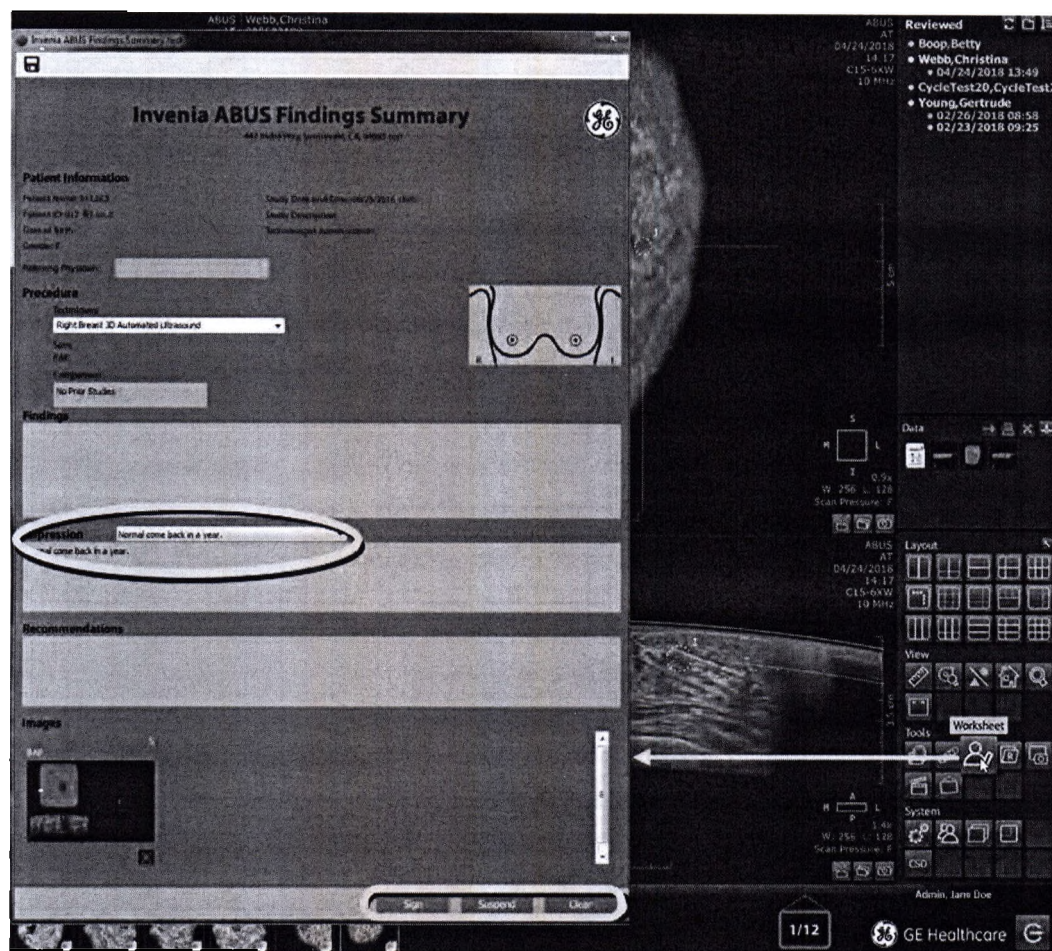

Рис. 4-10. Рабочая таблица отчета по нормальным результатам
В рабочей таблице отображаются все изображения по умолчанию и комментарии отчета по нормальным результатам (см. Рис. 4-10).
1. Выберите любой снимок изображения на панели данных, который требуется удалить, и нажмите кнопку «Delete» (Удалить) (X).
2. Нажмите кнопку рабочей таблицы, чтобы открыть экран отчета по результатам (см. Рис. 4-10).